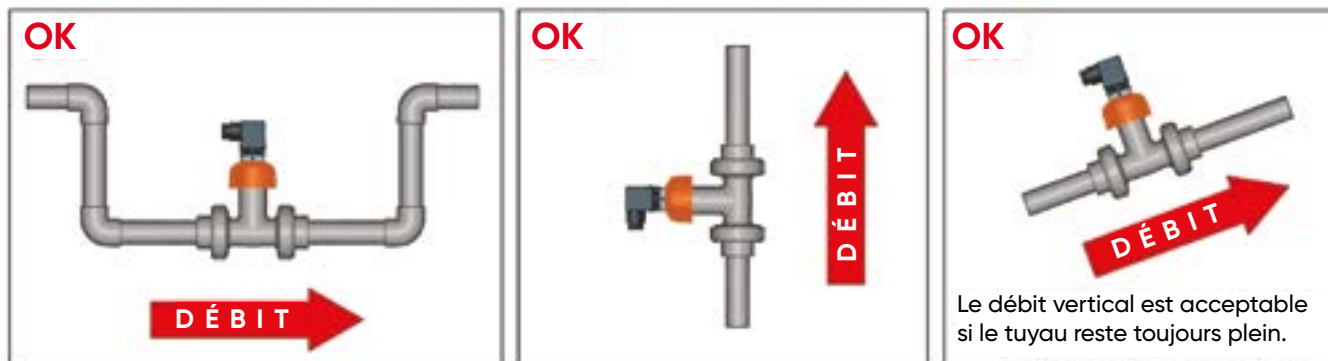

Fig. 2
- Les trois configurations présentées à la **Fig.2** garantissent que le tuyau est toujours plein : pour une mesure correcte, le capteur NE doit JAMAIS être exposé à des bulles d'air.